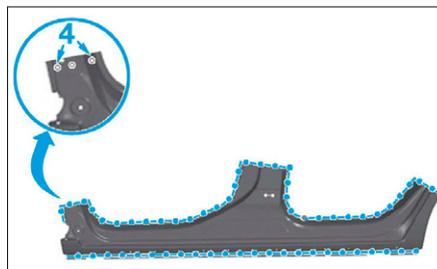

FIG. 98
- Percer au Ø 8 mm pour un soudage par points bouchons MAG en (4) (**Fig.98**).